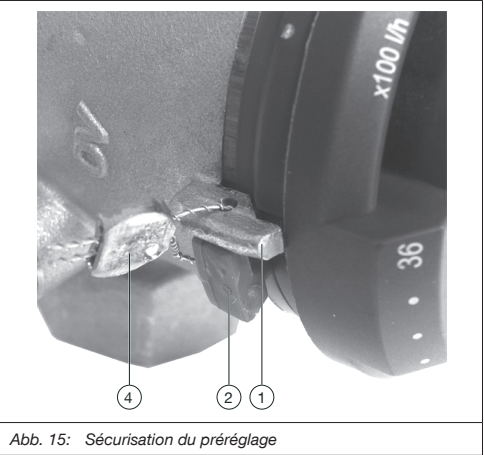

Abb. 15: Sécurisation du pré-réglage
- Retirer la bague de blocage (2).
- Pousser et tourner la poignée manuelle (3) jusqu'à ce que le marqueur de la valeur de consigne (1) indique la valeur de débit souhaitée (la poignée manuelle revient ensuite en place dans la denture).
- Remettre la bague de blocage (2) en place.
i La bague de blocage (2) peut également être scellée à l'aide du set de plombage (4) (accessoire, réf. 1089091) sur le marqueur de la valeur de consigne (1) (voir Abb. 15).